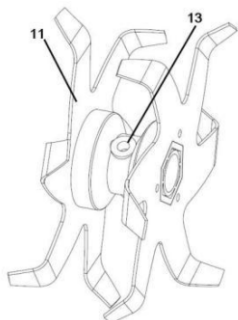

Fig.1
1. Retire el tornillo hexagonal 13 del componente de la cuchilla 11 con una llave hexagonal. (Fig. 1)